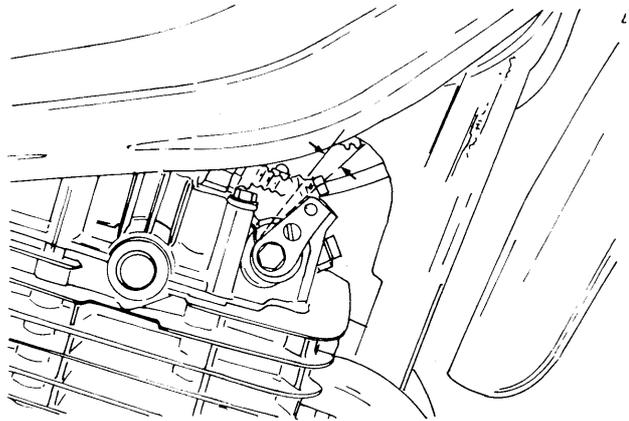

Bild 15
- Das Spiel am oberen Ende des Dekompressionshebels messen (Bild 15). Es sollte zwischen 1–2 mm liegen.